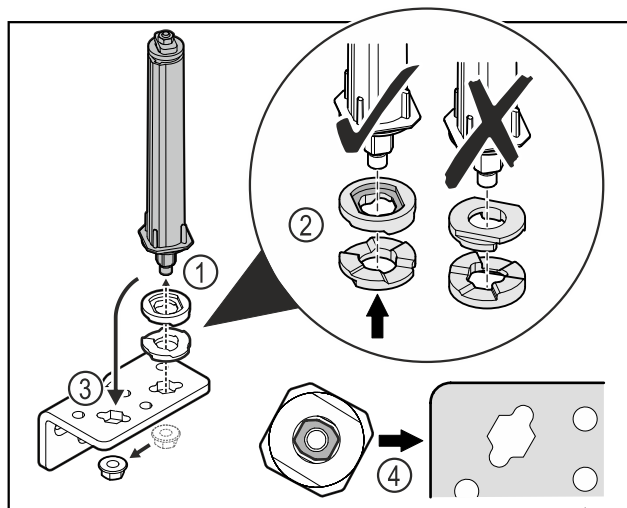

Fig. 32
- ▶ Odkręcić nakrętkę i wyjąć system blokujący drzwi Fig. 32 (1).
- ▶ Zwracać uwagę na prawidłowe ustawienie podkładek do regulacji wysokości Fig. 32 (2).
- ▶ Przełożyć system blokujący drzwi w zawiasie i zamocować nakrętką Fig. 32 (3).
- ▶ Przy wkładaniu zwracać uwagę na prawidłowe ustawienie systemu blokującego drzwi Fig. 32 (4).